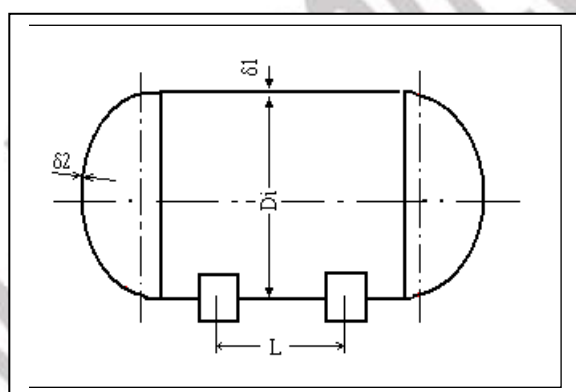

图 2
2、某压力容器如图 2 所示，最高工作压力为 1.2MPa，材料为 16MnR，许用应力 $[\sigma]=170\text{MPa}$ ，内径 $D_i=2000\text{mm}$ ，焊缝系数 $\phi=0.85$ ，钢板负偏差 $C_1=0.8\text{mm}$ ，腐蚀余量 $C_2=1\text{mm}$ 。试确定圆筒和标准椭圆封头的设计壁厚。(15 分)